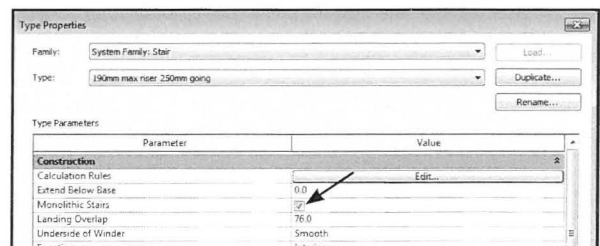

Fig. 10.32. *Monolithic Stairs*
- Prøv at sætte flueben i *Monolithic Stairs* (Fig. 10.32).